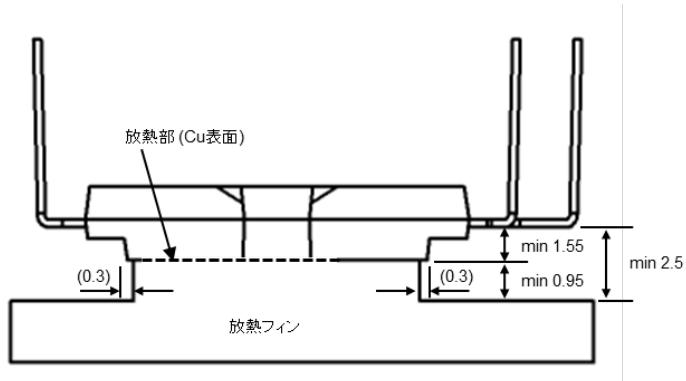

図 2-1-2 凸型放熱フィン使用時 (単位:mm)
- (1) V_{DD} 内蔵MOSFETがスイッチングしていない状態で、P-N端子間に印加できる最大直流電源電圧。この電圧を超えるような場合は、ブレーキ回路等による制限をかける必要があります。
- (2) $V_{DD(\text{surge})}$ 内蔵MOSFETがスイッチングしている状態で、P-N端子間に現れるサーボ電圧の最大定格値。この電圧を超えないように、スナバ回路の接続や母線のインダクタンスの低減が必要です。
- (3) V_{DSS} 内蔵MOSFETのD-S間に印加できる最大電圧定格。
- (4) $\pm I_D$ $T_c=25^{\circ}\text{C}$ 条件で通電可能な電流値です。パルス幅及び周期は、チャネル温度により制限されます。
- (5) T_{ch} 最大瞬時チャネル温度は150°Cですが、安全動作させるためのパワーサイクル寿命などを考慮して使用温度範囲を決定してください。
- (6) $V_{DD(PROT)}$ 内蔵MOSFETが短絡や過電流状態になった場合に、IPMの保護機能によってMOSFETを安全に遮断できる最大電源電圧。この条件を超えると保護できず、素子破壊に至る可能性が高くなります。
- (7) 絶縁耐圧 絶縁耐圧は、下図で示す全端子(ショート)と放熱面のCu表面との絶縁耐圧です。絶縁耐圧は、2000Vrmsとなります。図2-1-2のように端子-放熱フィン間の距離を確保する(2.5mm以上推奨)ために凸型の様な放熱フィンを使用した場合、絶縁耐圧2500Vrmsを満足します。UL認証は、凸型形状の放熱フィンを使用した条件で絶縁耐圧2500Vrmsにて取得しております。
- (8) T_c 測定点 VN相MOSFETチップの直下をケース温度 T_c の測定点と定義しています。正確な T_c を測定するためにはヒートシンクを加工し、チップ直下に熱電対がくるようにします。P側、N側でスイッチング方法が異なる二相変調やハイサイドチョッピングなど制御方式、変調率により、他の相のチップ直下の T_c の方が温度が高くなる可能性がありますので、そのような場合には、測定点を変更して最も損失が大きくなるパワーチップの直下で T_c を測定する必要があります。